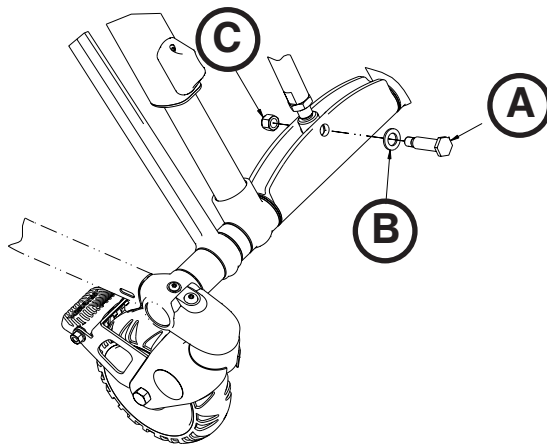

Figura 58
3. Con una llave combinada de 3/4" y una de 9/16", extraiga el pasador de la biela (A), la arandela (B) y la tuerca hexagonal Nylock (C) que fijan el cilindro hidráulico a la base (Figura 58).